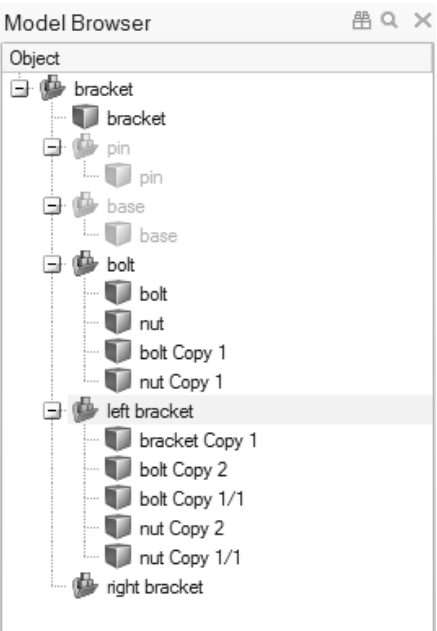

图 3-36
7) 在模型浏览器中，拖动一个选中的零件并将其放置到左侧托架装配顶部，所有选中的对象都会移动到该新装配中，如图 3-36 所示。